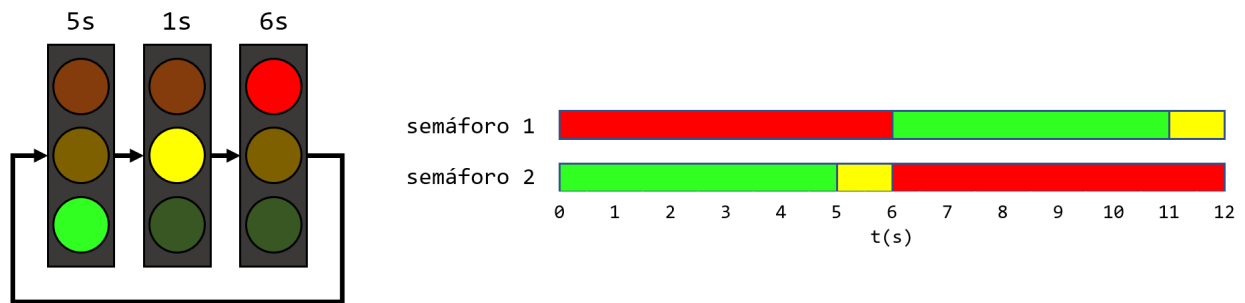

Figura 3: Conexión de LED y botón externos.
1. Realizar las conexiones necesarias para la implementación de un semáforo digital (Figura 3). Tres LEDs de diferentes colores por cada uno de las direcciones del tránsito (seis puertos digitales de salida en total).